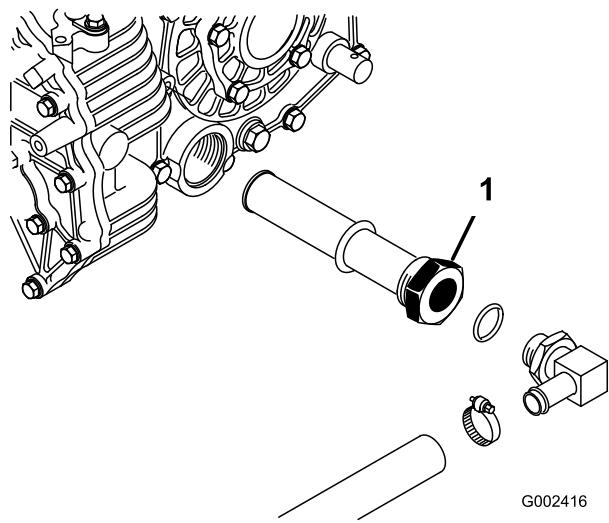

Figura 73
- Repare na posição do tubo hidráulico e no conector de 90° ligado ao filtro de rede do lado do reservatório (Figura 73).